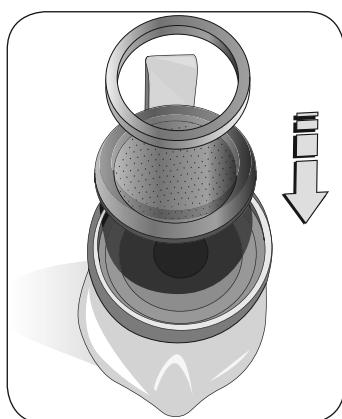

Fig. 5
Quando si toglie la guarnizione (E) e il filtro a disco (D) per le operazioni di pulizia o per sostituirli, fare attenzione a rimetterli correttamente per evitare spruzzi o schizzi di acqua calda (Fig. 5). Rimuovere la guarnizione e il filtro a disco utilizzando uno strumento piatto, per evitare di danneggiare la superficie.